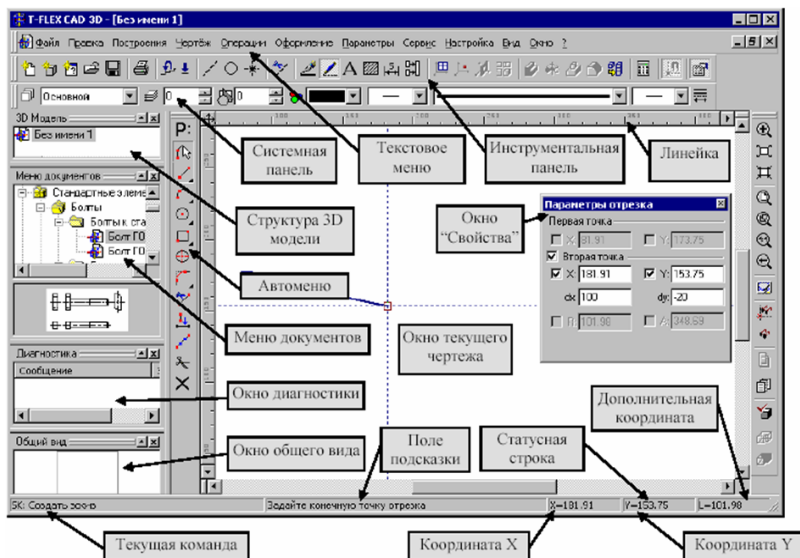

Рис. 1. Главное диалоговое окно системы T-Flex CAD
**Главное диалоговое окно T-FLEX CAD.** Главное диалоговое окно системы представлено на рис. 1.